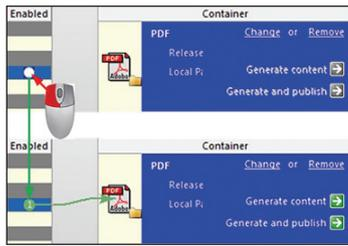

Рис. 23. Указания на задания, которые должен выводить контейнер
- После того, как задание и контейнер настроены, необходимо указать, что и каким контейнером выводить. Для этого в области Output Containers выберем наш контейнер, а потом щелкнем левой клавишей мыши в строке задания на ячейке Enabled. В результате, появится стрелка, идущая от нашего задания к контейнеру (рис. 23).